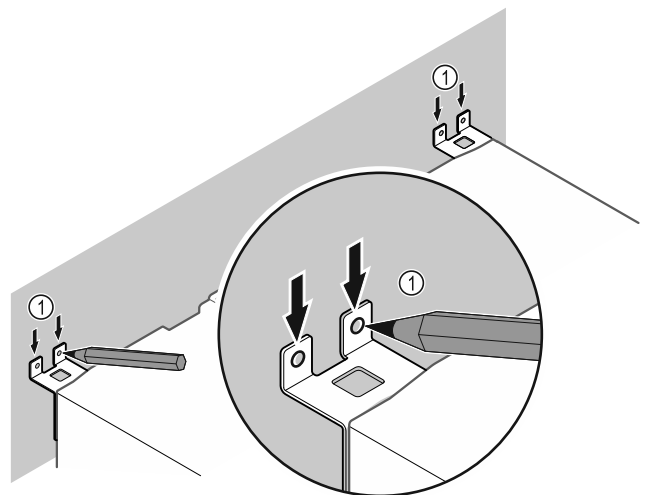

Fig. 53
- Κάντε σημάδια στον τοίχο Fig. 53 (1).